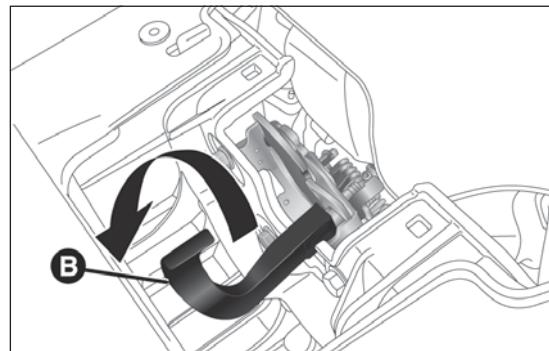

fig. 103
- azionare la leva B fig. 103 agendo nel senso indicato dalla freccia e sollevare il cofano.